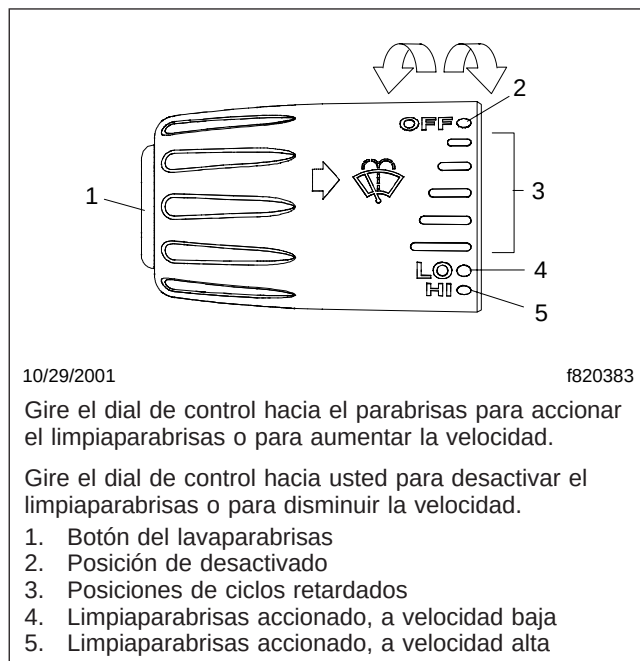

Figura 4.13, Controles del lava y limpiaparabrisas
El limpiaparabrisas se opera mediante un interruptor giratorio en el dial de control del limpiaparabrisas que se encuentra en el extremo de la palanca de las luces direccionales. Vea la Figura 4.13. Hay cinco posiciones de ciclos retardados, marcados en el dial por líneas de longitud creciente, y dos ajustes de velocidad continua, baja (LO) y alta (HI).